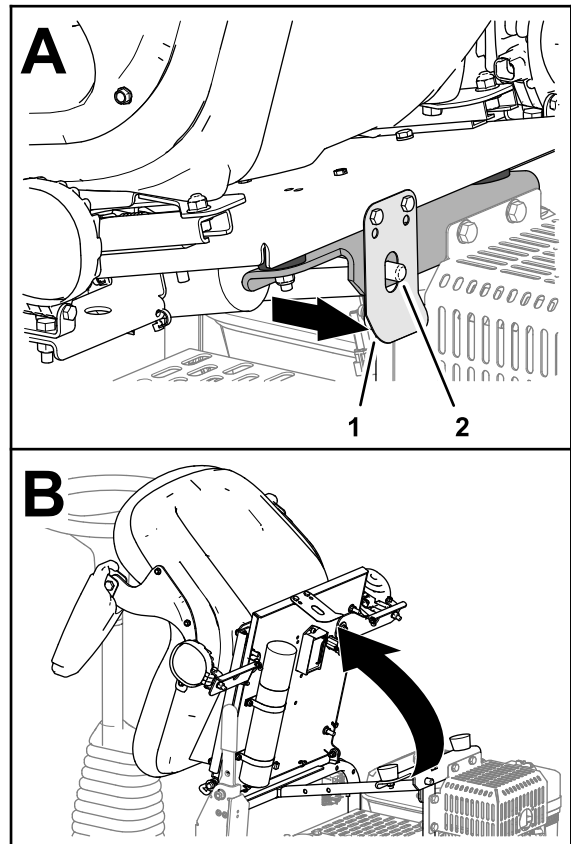

Bild 24
1. Ziehen Sie die Sitzverriegelung nach hinten, bis sie den Sitzverriegelungsstift freigibt (Bild 24).
2. Klappen Sie den Sitz hoch (Bild 24).